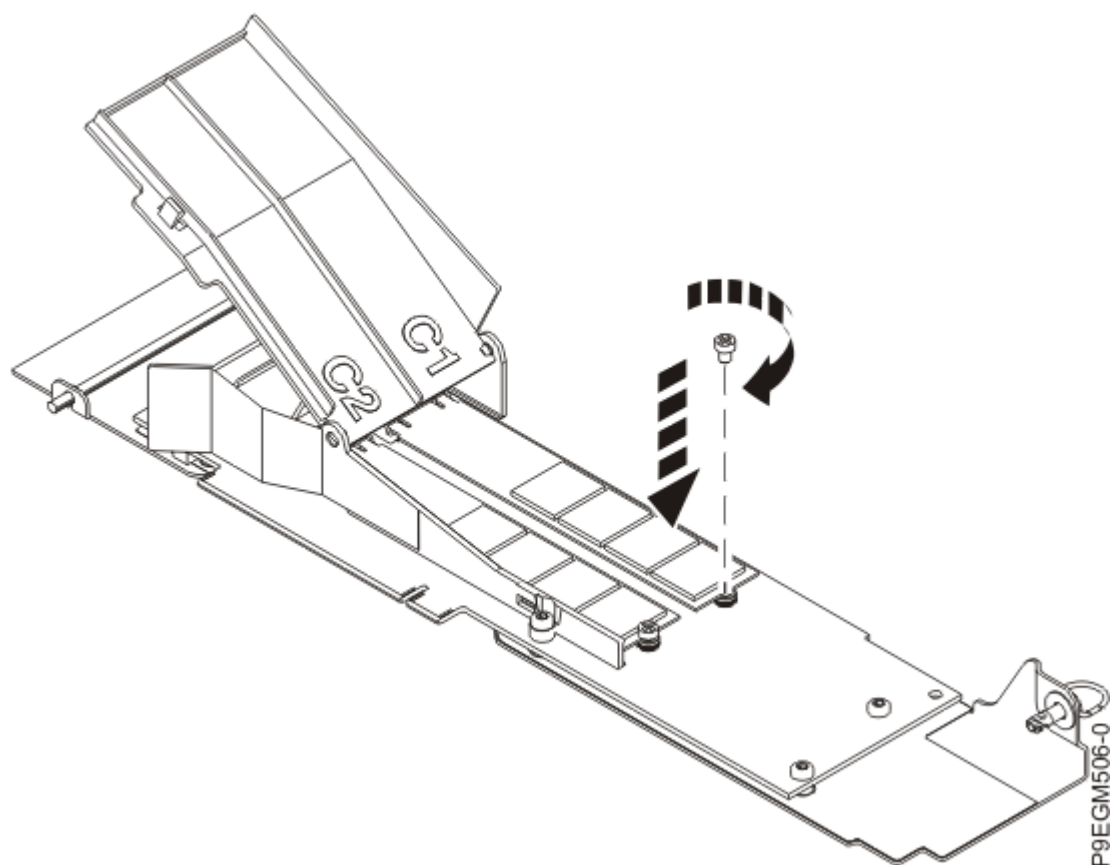

Figure 21. Fixation du module flash NVMe M.2 sur la carte porteuse
3. A l'aide d'un tournevis cruciforme, fixez le module flash sur la carte porteuse NVMe M.2 Figure 21, à la page 27.